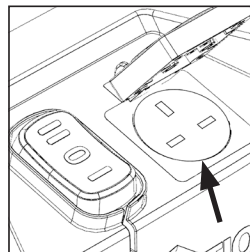

FIG. 1
- Collegare la spina di alimentazione dell'utensile elettrico alla presa d'ingresso sul corpo principale dell'aspiratore. (Fig. 1)